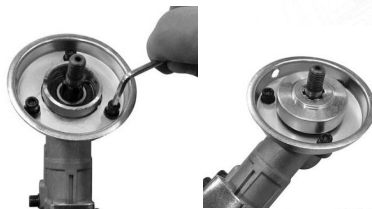

Рис.5 Установка ножа для травы
Установите на редуктор защитную чашку (А) (Рис.5). Установите на редуктор защитную шайбу (В). При установке посадочное отверстие в ноже должно точно совпасть с выступом на шайбе (С). Установите прижимную шайбу ножа и закрутите гайку крепления ножа (левая резьба) (D). Совместите отверстие в чашке редуктора и защитной шайбе редуктора. Установите в отверстие металлический стопор и затяните гайку крепления ножа.